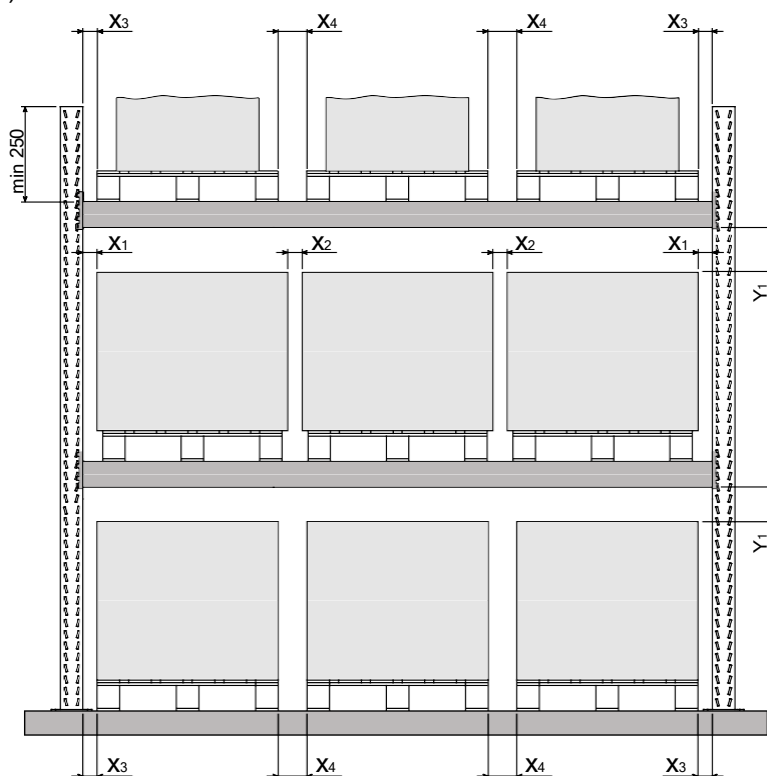

Рисунок 9 — Размещение грузовой единицы на стеллаже
- Не допускается слишком близкое расположение грузовых единиц друг к другу. Расстояния между грузовыми единицами и элементами стеллажа должны быть не менее допустимых значений (рис. 9).